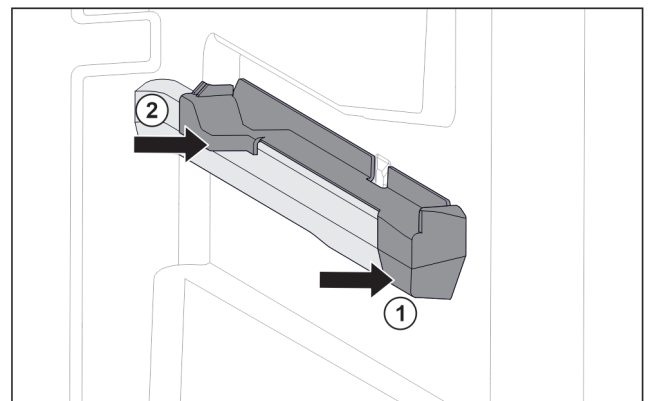

Fig. 151 Aufsteckteil auf der rechten Behälterrippe
- ▶ Aufsteckteil vorne an Behälterrippe ansetzen. Fig. 151 (1)
- ▶ Aufsteckteil hinten andrücken. Fig. 151 (2)